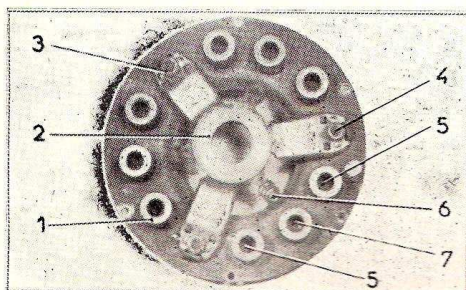

Fig. E 3.
Accrocher les ressorts (6) d'appui des languettes au carter tôle. Présenter la bague (2) et accrocher les ressorts à la bague (fig. E 3).